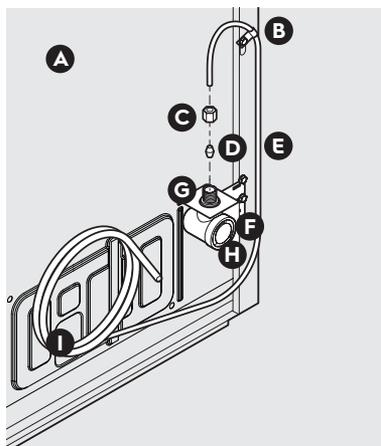
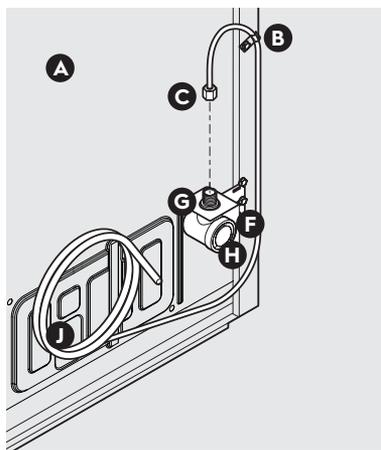

Figure 1
Figure 2
4. Si vous utilisez un **tuyau en cuivre** : faites glisser l'écrou de compression en laiton, puis placez la bague (raccord) sur la conduite d'alimentation en eau. Poussez le tuyau d'alimentation en eau dans l'entrée de la vanne aussi loin que possible (6,4 mm / 1/4 po). Faites glisser la bague (raccord) dans l'entrée de la vanne et serrez à la main l'écrou de compression sur la vanne. Serrez un autre demi-tour avec une clé. NE PAS trop serrer. Consultez la figure 1.
Si vous utilisez un **tuyau flexible tressé en acier inoxydable**, l'écrou est déjà assemblé sur le tuyau. Faites glisser l'écrou sur l'entrée de la vanne et serrez l'écrou à la main sur la vanne. Serrez un autre demi-tour avec une clé. NE PAS trop serrer. Consultez la figure 2.
B	Pince en acier (fig. 1 : 6,4 mm [1/4po]; Fig. 2 : 12,7 mm [1/2 po])